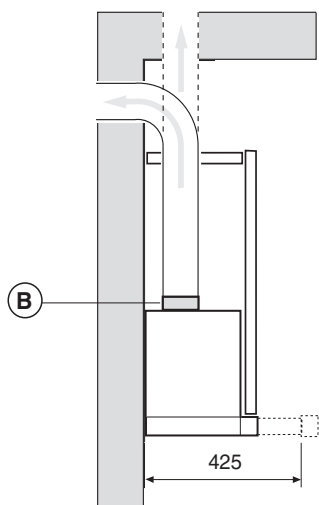
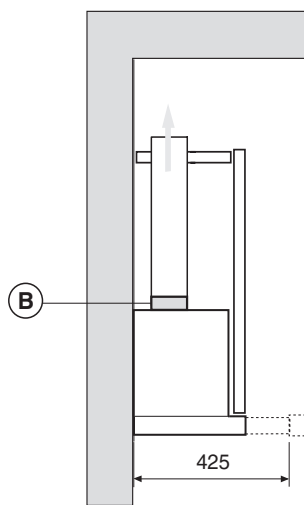
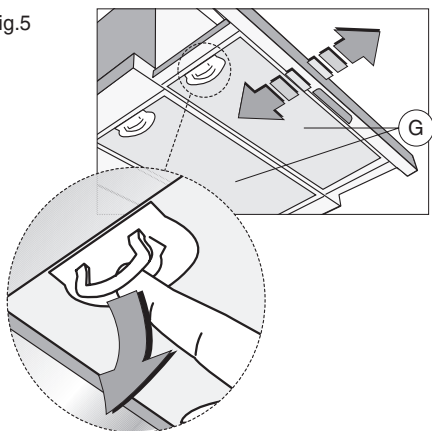

Fig.4
Fig.5
Fig.6
- La distanza minima fra la superficie di supporto dei recipienti di cottura sul dispositivo di cottura e la parte più bassa della cappa da cucina deve essere di almeno 65 cm. Se dovesse essere usato un tubo di connessione composto di due o più parti, la parte superiore deve essere all'esterno di quella inferiore. Non collegare lo scarico della cappa ad un condotto in cui circoli aria calda o utilizzato per evacuare fumi degli apparecchi alimentati da un'energia diversa da quella elettrica. Prima di procedere alle operazioni di montaggio, per una più facile manovrabilità dell'apparecchio disinserire il filtro/i antigrasso (Fig.5).
Per trasformare la cappa da versione aspirante a versione filtrante, richiedere al vostro rivenditore i filtri a carbone attivo. I filtri devono essere applicati al gruppo aspirante posto all'interno della cappa centrandoli ad esso e ruotandoli di 90 gradi fino allo scatto d'arresto (fig.6). Per effettuare questa operazione rimuovere i pannelli **G** (fig.5). L'aria viene rimessa nell'ambiente attraverso un tubo di connessione passante attraverso il mobile e collegato all'anello di raccordo **B** (fig.4).